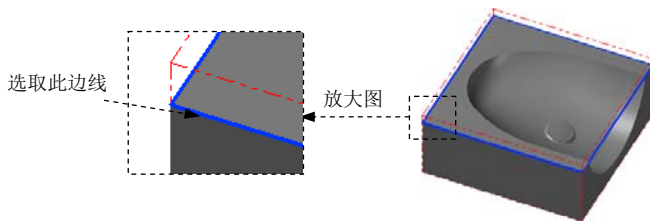

图 13.5 绘制边界
- (3) 单击  按钮，完成边界的绘制，如图 13.5 所示。
- (2) 设置加工边界。在 **Containment boundary** 区域中单击  按钮，系统弹出“串连选项”对话框。在图形区中选取图 13.5 所示的边线，单击  按钮，系统返回至“刀具路径的曲面选取”对话框。
- (3) 单击  按钮，完成加工区域的设置，同时系统弹出“曲面粗加工挖槽”对话框。
(2) 设置加工边界。在 **Containment boundary** 区域中单击  按钮, 系统弹出“串连选项”对话框。在图形区中选取图 13.5 所示的边线, 单击 ☒ 按钮, 系统返回至“刀具路径的曲面选取”对话框。
(3) 单击 ☒ 按钮, 完成加工区域的设置, 同时系统弹出“曲面精加工平行铣削”对话框。